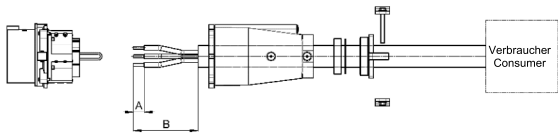
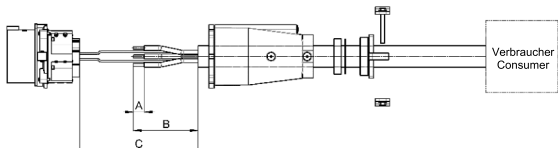
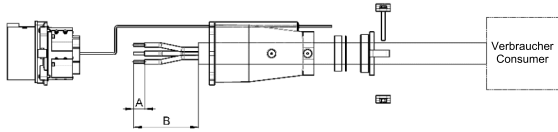

Abb. 6: Schema für Kabel ohne Pilotkontakte
Abb. 7: Schema für Kabel mit integrierten Pilotkontakten
Abb. 8: Schema für Kabel mit separaten Pilotkontakten
- Sind keine Pilotkontakte vorhanden, gemäss Abb.6 vorgehen. Pilotschlaufe kontrollieren (Abb.6/2).
- Bei integrierten Pilotkontakten gemäss Abb.7 vorgehen.
- Bei separaten Pilotkontakten gemäss Abb.8 vorgehen.
- Kabelverschraubung (Abb.6/1, Abb.7/1, Abb.8/1) über das Kabel ziehen. Äussere Isolation in der Länge B (Abb.6, Abb.7, Abb.8) abmanteln.
- Einzelleitungen und Pilotkabel jeweils in der Länge A (Abb.6 Abb.7, Abb.8) abmanteln.
- Länge C (Abb.7) gibt die Länge des integrierten Pilotkontakts an.
- Kontaktbuchse (Abb.6/2, Abb.7/2, Abb.8/2) mit dem Kabel verschrauben.